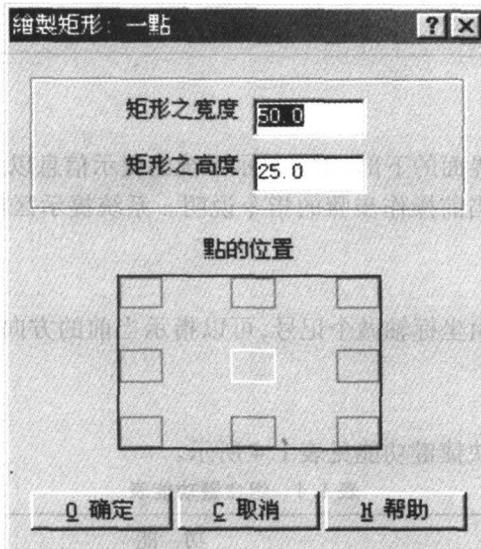

图 1.12 绘制矩形
(1) 若单击 **上层功能表** 按钮，则系统在主菜单区显示上一层主菜单区显示的菜单。按 **[Esc]** 键的功能与单击该按钮的功能相同。
**【例 1.1】**如要绘一个矩形,其步骤【绘图】→【矩形】→【1 点】,系统弹出矩形设置对话框,如图 1.12 所示。设置完成后→【确定】→再次进入点定义菜单中,再从中单击所需要的点创建方法,就可以将矩形创建了。